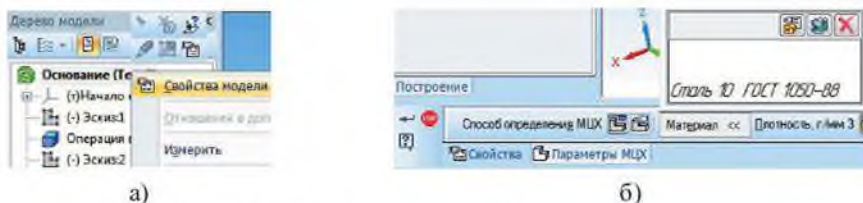

Рисунок 12.1 Задание свойств 3D-модели «Основание»
2. После создания нового документа *Деталь в Дереве модели* присвоить название детали – «Основание». В *Панели свойств* назначить *Цвет* и *Материал* детали (рисунок 12.1).